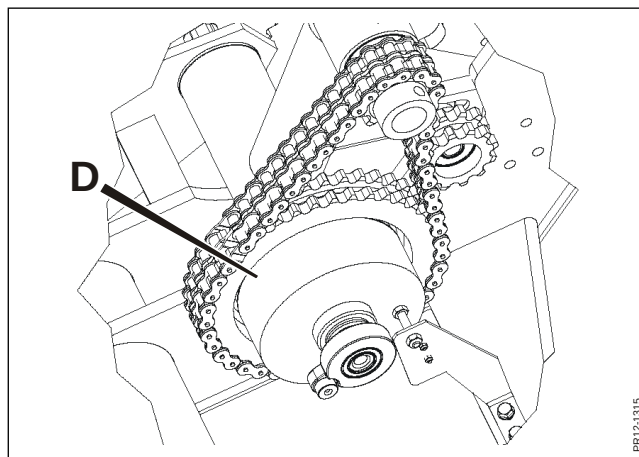

Fig. 5-4
**Fig. 5-4** Da indføringen blokeres hurtigere end reversfunktionen går i neutral, stiger momentet øjeblikkeligt i transmissionen hvorved friktionskoblingen **D** udløses kortvarigt. Herved glider den indtil reverset har frakoblet remtransmissionen. Reverset slækker kileremmen og drev af indføringen er hermed deaktiveret. Dette kan betragtes som indføringens frigear. Indføringen går således automatisk i neutral ved metaldetektion, uagtet at kontakten på betjeningsboksen står til inføring. For at systemet kan fungere, er det naturligvis en forudsætning, at der er konstant olieflow til maskinen og styringen er tændt.